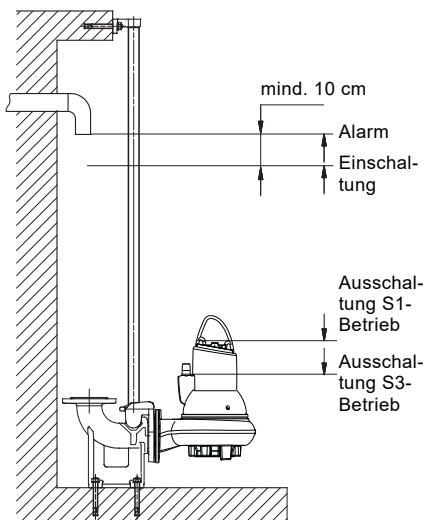

Abb. 16 Ein- und Ausschaltniveau
11. Vergewissern Sie sich, dass der Motor für den S1-Dauerbetrieb vollständig in das Medium eingetaucht ist bzw. für den S3-Aussetzbetrieb bis über die Kabeleinführung eingetaucht ist. Siehe Abb. 16. Wenn dieser Mindestfüllstand nicht erreicht ist, darf die Pumpe nicht eingeschalten werden.